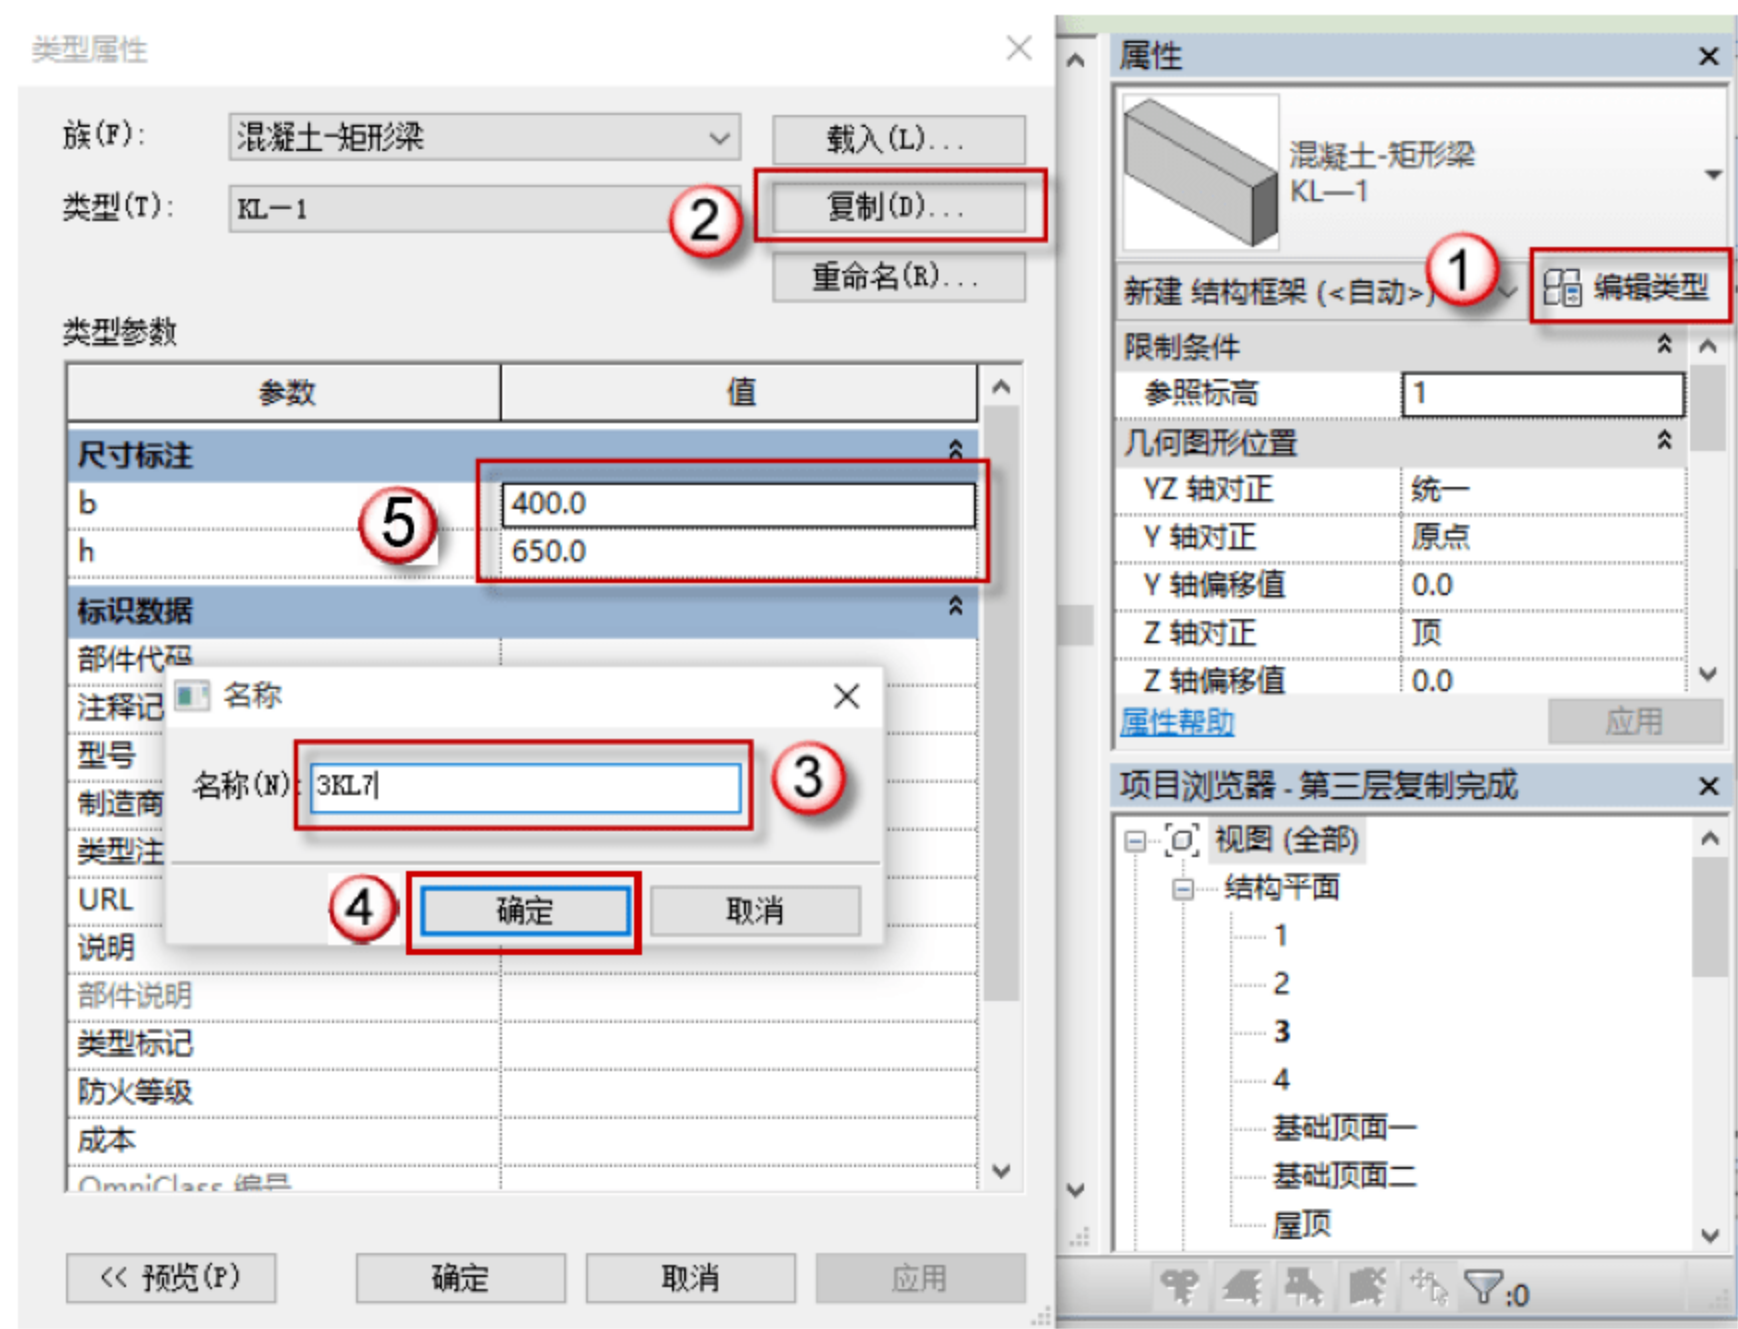

图 4.4.19 修改 KL7
(8) 修改 KL7 的参数以及名称，单击 KL7 对象，单击“编辑类型”按钮，在弹出的对话框中，单击“复制”按钮，在弹出的对话框中命名新的族名称“3KL7”，单击“确定”按钮，在“尺寸标注”栏中修改截面参数，如图 4.4.19 所示。